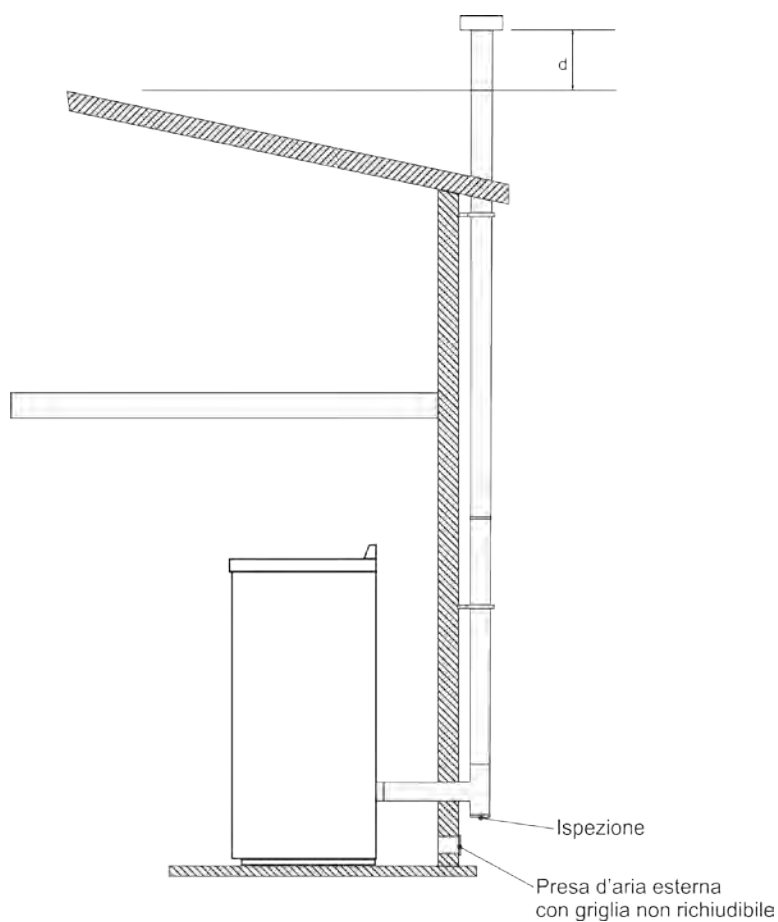

Fig. 13
- Devono essere utilizzati solo tubi isolati (doppia parete) in acciaio inox fissati all'edificio (*fig. 13*).
Nella *fig. 13* è rappresentata la soluzione da adottare nel caso si voglia utilizzare un condotto fumi esterno.